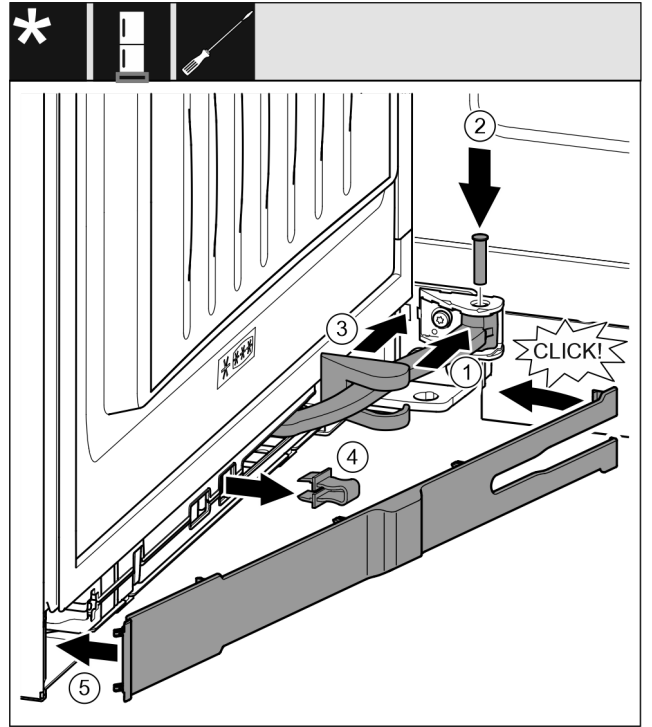

Fig. 58
- ▶ 将铰链 Fig. 58 (1)旋转至悬挂装置。
- ▶ 用螺丝刀将螺栓 Fig. 58 (2)插入悬挂装置和铰链。同时注意止动凸轮需正确地位于凹槽中。
- ▶ 沿着铰链推动托架盖 Fig. 58 (3)，并将其安装到悬挂装置上。
- ▶ 取下保险装置 Fig. 58 (4)。
- ▶ 将隔板 Fig. 58 (5)放上并转入把手侧。